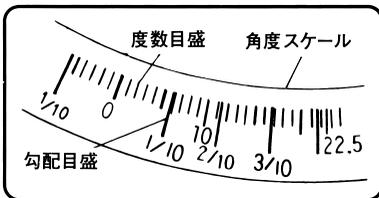

図 18
- (2) 角度スケールには、度数目盛と勾配目盛が表示してあります。(図18)